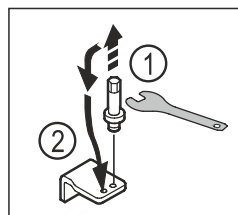

Fig. 17
- ▶ Выкрутите болт на нижнем опорном кронштейне при помощи ключа с наружным шестигранником SW5. Fig. 17 (1)
- ▶ Установите болт на противоположной стороне. Fig. 17 (2)